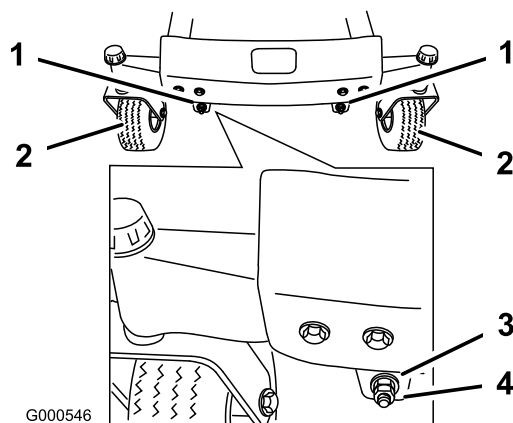
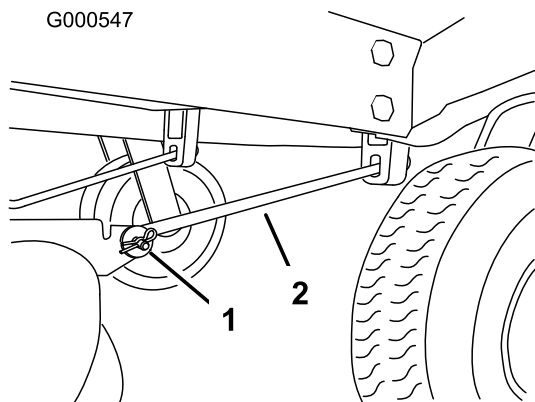

Figura 56
Figura 57
11. Per regolare l'inclinazione longitudinale della lama, togliete i dadi di bloccaggio e fate girare i dadi di regolazione sul frontale del tosaerba (Figura 56).
13. Dopo avere regolato in modo uniforme entrambi i dadi di regolazione, controllate nuovamente l'inclinazione longitudinale. Continuate la regolazione dei dadi finché la punta della lama anteriore non è più bassa di 1,6–7,9 mm rispetto a quella posteriore (Figura 56).
Nota: Dopo aver messo a punto i dadi di regolazione, verificate che le aste di supporto non siano allentate (Figura 57). All'occorrenza, serrate una delle aste per tenderle (Figura 56).
4. Togliete la coppiglia a forcina e il perno con testa dall'asta di supporto anteriore (Figura 57) da ciascun lato del tosaerba.
8. Attaccate le aste di supporto alla macchina, utilizzando i perni a testa e le coppiglie a forcina (Figura 57).